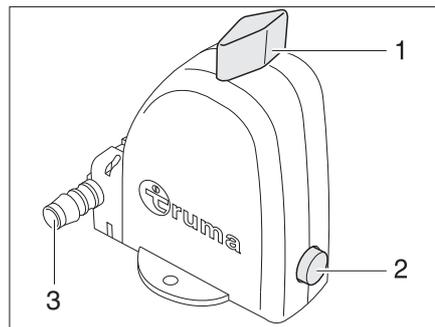

Fig. 311 Valvola di sicurezza/di scarico del boiler - Posizione funzionamento
Il boiler è dotato di una valvola di sicurezza/di scarico (Fig. 311). La valvola di sicurezza/di scarico impedisce che l'acqua congeli nel boiler in presenza di basse temperature esterne, quando il riscaldamento dell'autocaravan non è acceso.
- ▷ Il bocchettone di scarico (Fig. 311,3) della valvola di sicurezza/di scarico deve essere sempre pulito (ad esempio senza ghiaccio, foglie).
- Ruotare la manopola (Fig. 311,1) di 90° nel senso della lunghezza della valvola di sicurezza/di scarico.
Il pulsante (Fig. 311,2) scatta fuori. Il boiler viene svuotato verso l'esterno attraverso il bocchettone di scarico (Fig. 311,3) della valvola di sicurezza/di scarico.
- Ruotare la manopola (Fig. 311,1) di 90° nel senso della larghezza della valvola di sicurezza/di scarico.
- Premere il pulsante (Fig. 311,2).